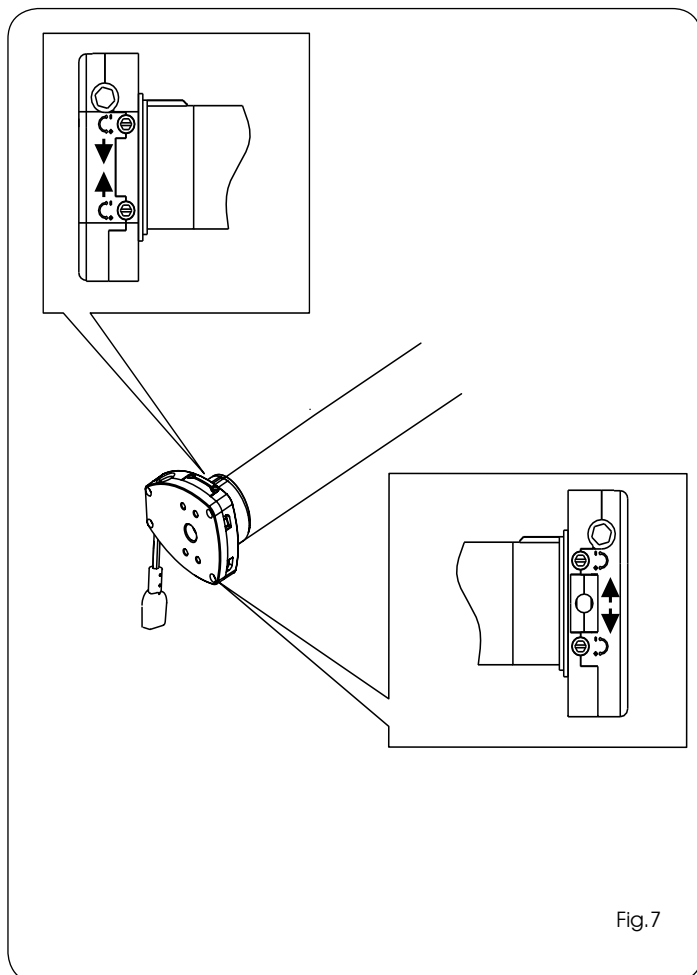

Fig.7
**👉** LES VIS DE FIN DE COURSE DES TM R M SONT ACCESSIBLES DES DEUX CÔTÉS DU MOTEUR (FIG.7), CELA FAVORISE L'INSTALLATION ET LE RÉGLAGE.